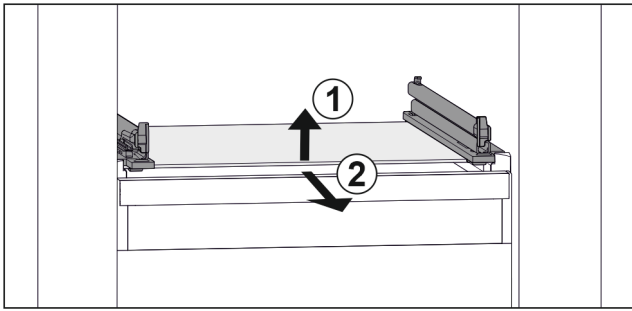

Fig. 65 Приблизне відображення скляної пластини
- ▶ Підняти скляну пластину спереду. Fig. 65 (1)
- ▶ Вийняти скляну пластину рухом вперед. Fig. 65 (2)